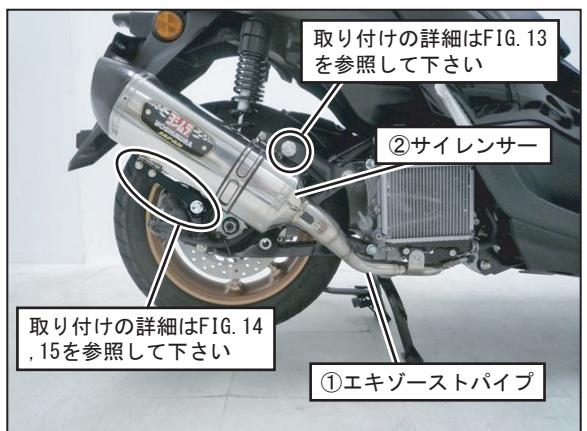

FIG. 12
8. ⑥サイレンサー上側ステーの位置を調整し、車両に純正ボルトと⑪平ワッシャM10×22を使用して仮締めして下さい。 (FIG. 12, 13 参照)
(FIG. 12, 14, 15 参照)